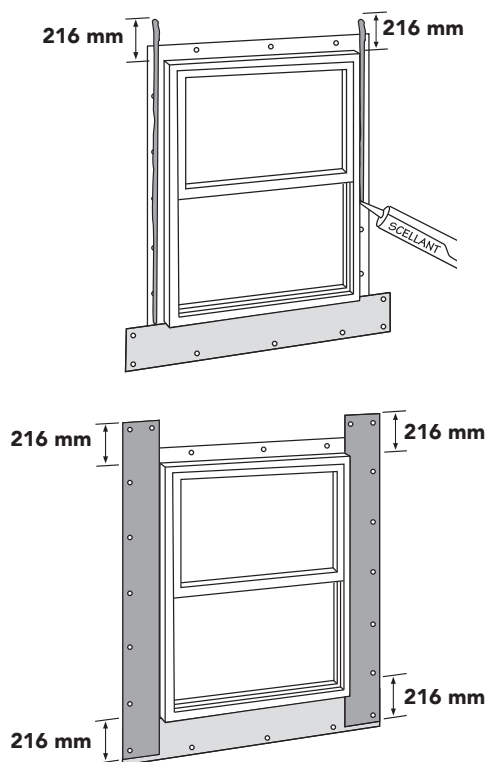

Figure 29
- Appliquer un cordon continu de scellant sur la lame de clouage des jambages, de manière à couvrir les clous et les fentes de clous. Prolonger d'au moins 216 mm (8 1/2 po) les cordons de scellant des jambages (au-dessus du linteau) pour y appliquer les solins verticaux (instruction suivante). Poser les solins verticaux et les appliquer avec force sur les cordons de scellant. Les solins verticaux doivent s'approcher à environ 12,7 cm (1/2 po) du bord inférieur du solin de l'appui; ils doivent dépasser le linteau d'environ 216 mm (8 1/2 po), là où l'on posera ensuite le solin du linteau. Fixer les solins verticaux le long des bords les plus éloignés de la fenêtre (Figure 29).